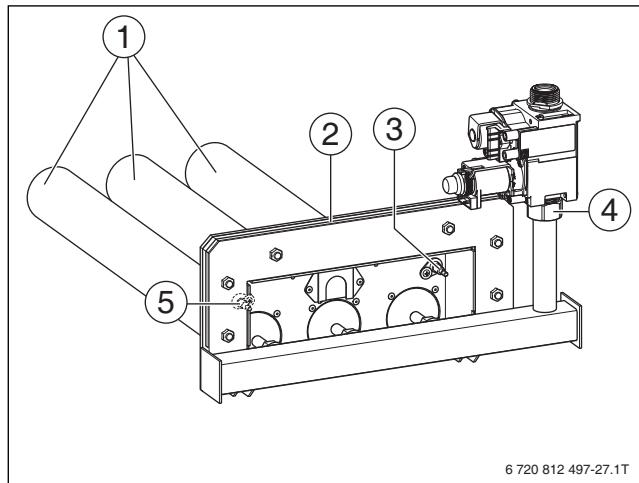

Рис. 39 Чистка горелки
- ▶ Присоедините клапан резьбовым соединением [4] с моментом затяжки $60\text{--}65 \text{Н}\cdot\text{м}$, ориентируя его относительно фланца горелки (→ рис. 39, стр. 34).